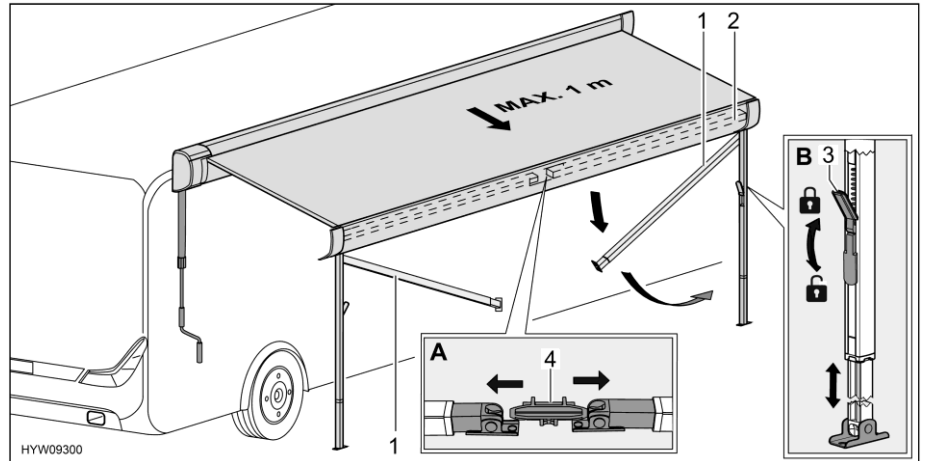

Fig. 30 Preparazione dei montanti di supporto
- Sbloccare i montanti di supporto (Fig. 30,1) dal supporto (Fig. 30,4) nel listello anteriore (Fig. 30,2). A tale scopo, premere leggermente verso l'esterno i montanti di supporto (Fig. 30,A).
- Allentare i bloccaggi (Fig. 30,3) dei montanti di supporto. A tale scopo, ripiegare la leva di serraggio verso il basso.
- Estrarre la parte inferiore dei montanti di supporto fino alla lunghezza desiderata (Fig. 30,B).
- Chiudere i bloccaggi (Fig. 30,3) dei montanti di supporto. A tale scopo, tirare verso l'alto la leva di serraggio.